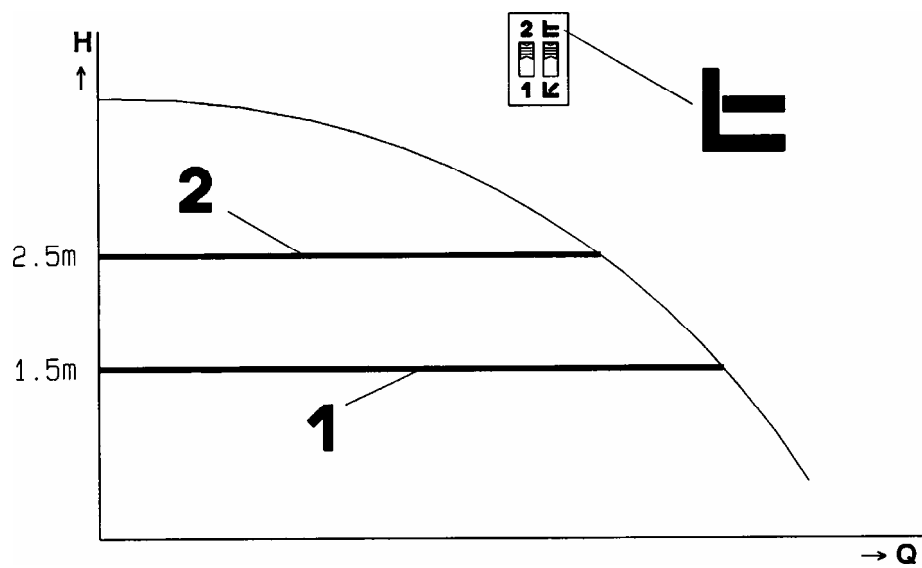

Рис. 2
- **Постоянный напор насоса ( $\Delta p\text{-c}$ ):** Рис. 2: В режиме управления  $\Delta p\text{-c}$  электронная часть насоса поддерживает, создаваемый насосом напор, при изменении расхода постоянным во всем диапазоне регулирования.